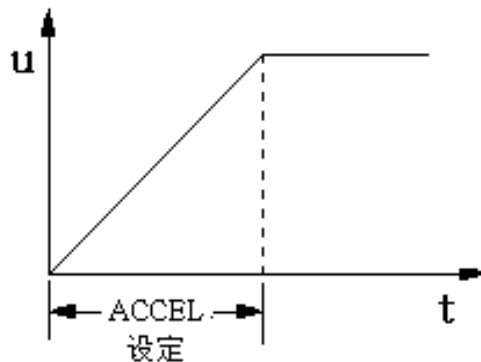

图 5
- 1、 无源开关量控制或采用光电耦合器控制方式，见图 5
调整该电位器 ACCEL 可以确定马达从初始速度到设定速度的上升斜率（既上升时间，设定时间在 0—15 秒内可调）。见图 5